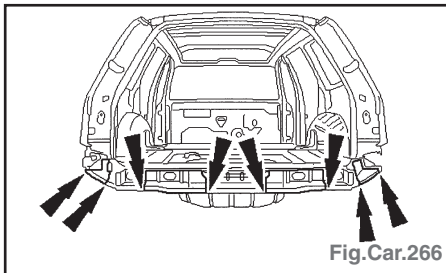

Fig.Car.266
- Traverse : • découpes préalables (accessibilité) (Fig.Car.266).